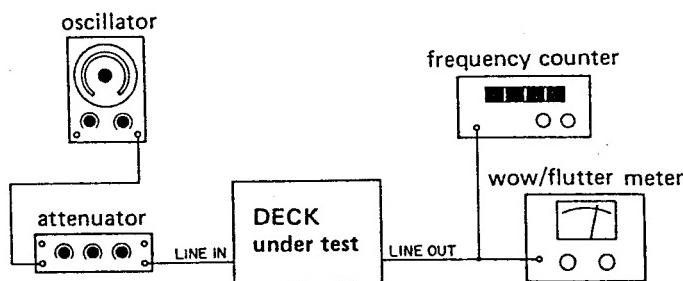

Fig. 5-7
1. Connect a frequency counter to either one of OUTPUT jacks. Fig. 5-7.
1. 周波数カウンタをOUTPUTジャックに接続する(図5-7参照)
1. Connect a wow and flutter meter to the deck as shown in Fig. 5-7.
1. 図5-7のようにワウ・フラッタ・メータをデッキに接続する。